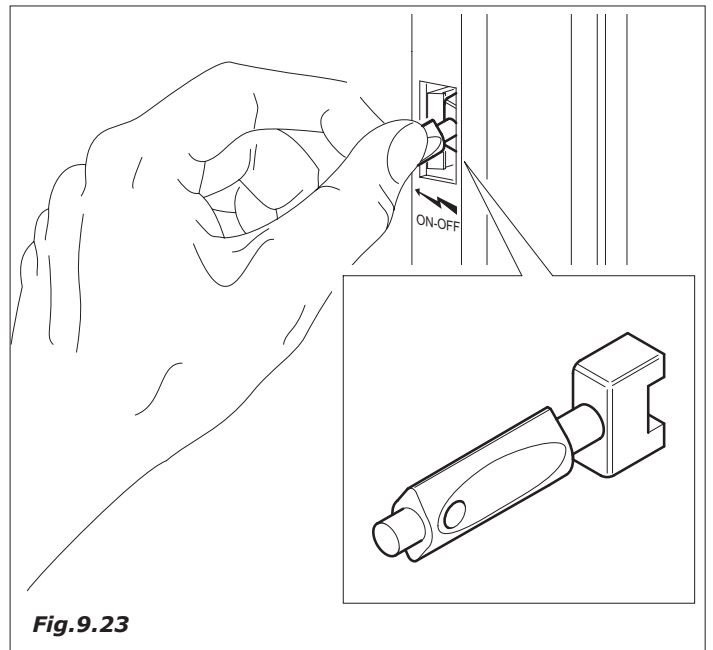

Fig.9.23
- introduzir a chavinha no interruptor porta (Fig.9.23)